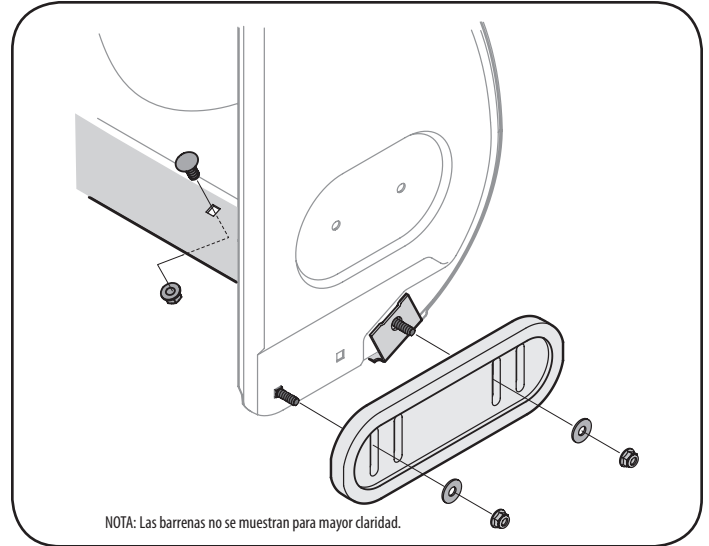

Figura 25
2. Monte las nuevas zapatas antideslizantes con cuatro pernos de carro (dos en cada lado), arandelas, y las tuercas de brida hexagonales. Consulte la figura 25.
2. Monte la placa de raspado nueva, asegurándose de que las cabezas de los pernos de carro se encuentren del lado interior de la caja. Ajuste bien. Vea la figura 25.